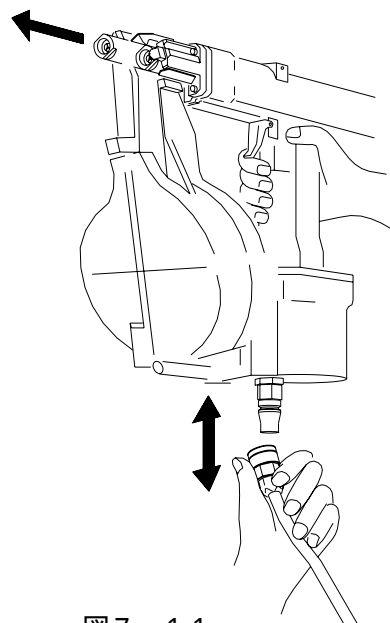

図7 - 1 1
- (1 1) チューブを取り付けた付属のドライバーにスライドガイドを刺し込み、キャップケース内に取り付けてください。(図7 - 1 2)